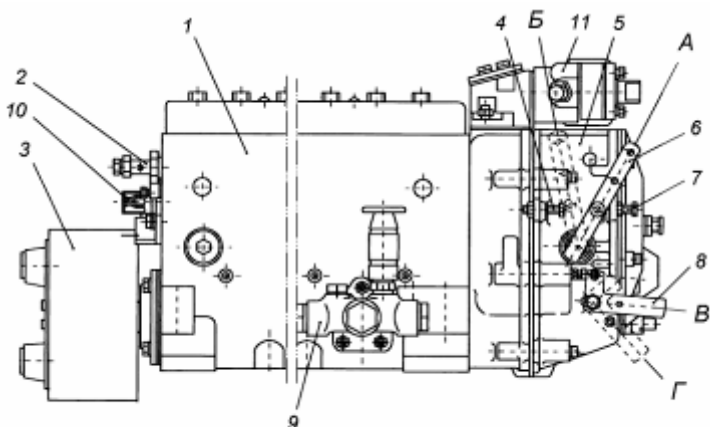
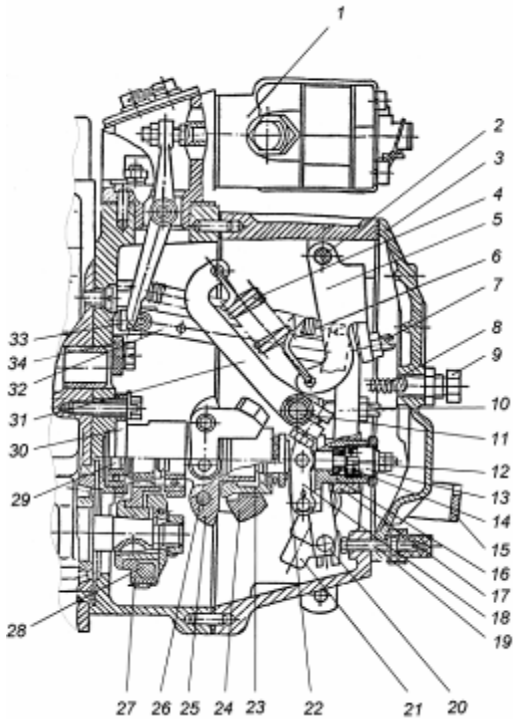

Рис. 20. Топливный насос высокого давления модели 173:
Рис. 22. Регулятор частоты вращения:
Топливный насос в сборе показан на рис. 20. С топливным насосом высокого давления в одном агрегате объединены регулятор частоты вращения 5, топливоподкачивающий насос 9 и демпферная муфта 3.
Связь секций с регулятором частоты вращения насоса осуществляется через рейку. Рейка топливного насоса перемещается в направляющих втулках, запрессованных в корпусе насоса. На выступающем из насоса конце рейки имеется болт 10 (рис. 20), которым она упирается в защитный колпачок при положении рейки перед пуском двигателя. При вывертывании болта из рейки пусковая подача уменьшается.
Регулятор частоты вращения 5 (рис. 20) механический всережимный прямого действия с повышающей передачей на привод грузов, предназначен для поддержания заданного водителем скоростного режима работы двигателя путем автоматического изменения количества подаваемого топлива в зависимости от изменения нагрузки на двигатель. Кроме того, регулятор ограничивает максимальную частоту вращения двигателя и обеспечивает работу двигателя в режиме холостого хода. Регулятор имеет устройство для выключения подачи топлива в любой момент независимо от режима работы двигателя. Автоматически поддерживая скоростной режим при изменяющихся нагрузках, регулятор обеспечивает экономичную работу двигателя. Устройство регулятора частоты вращения показано на рис. 22.
На валик напрессована державка грузов 25 (рис. 22), на осях 26 которой находятся грузы 24. Грузы своими роликами упираются в торец муфты 23, которая через упорный подшипник
Муфта 23 с упорной пятой 22 в сборе одним концом опирается на направляющую поверхность державки, а за второй конец подвешена на рычаге 18 отрицательного корректора, закрепленном на втулке 16 отрицательного корректора. Пята муфты грузов связана через узел отрицательного корректора с рычагом рейки 20 и через тягу 32 с рейкой топливного насоса. К верхней части рычага рейки присоединена пружина 6 рычага рейки, удерживающая рейку насоса в положении, соответствующем максимальной подаче, что обеспечивает увеличенную подачу топлива при пуске двигателя. В нижнюю часть рычага рейки запрессован палец, который входит в отверстие ползуна кулисы 21. Вал 11 рычага регулятора жестко связан с рычагом управления 6 (рис. 20) и рычагом пружины 31 (рис. 22). Перемещение рычага управления регулятором ограничивается двумя болтами 4 и 7 (рис. 20). За рычаг пружины 31 (коротким зацепом) (рис. 22) и двуплечий рычаг 5 (длинным зацепом) зацеплена пружина регулятора 4, усилие которой передается с двуплечего рычага на рычаг регулятора через винт - 7 двуплечего рычага. В рычаг регулятора ввернут регулировочный болт 10, который упирается в вал рычага пружины и служит для регулировки номинальной подачи топлива. В нижней части рычага регулятора расположено корректирующее устройство (12,13,14,16,18) с отрицательным корректором, предназначенного для формирования внешней скоростной характеристики ТНВД и крутящего момента двигателя. Рычаг регулятора снабжен боковой накладкой, удерживающей втулку 16 обратного корректора и упорную пяту 22 от проворота. Кроме того, хвостовик болта крепления боковой накладки, входя в боковой продольный паз втулки предохраняет ее от выпадания из расточки рычага. Упор 34, закрепленный на корпусе регулятора, не позволяет рычагу пружины 31 опасно приближаться к вращающимся грузам. Для полного выключения подачи топлива служит механизм останова, состоящий из кулисы 21, скобы 15 и возвратной пружины. Во время работы кулиса прижата усилием возвратной пружины к регулировочному винту 19.
- 1 Минимальная частота вращения холостого хода регулируется болтом 7 (рис. 20) и корпусом буферной пружины 9 (рис. 22);
- 2 Максимальная частота вращения холостого хода (начало выброса рейки) регулируется болтом 4 (рис. 20).
- 3 Номинальная мощность (подача) регулируется болтом 10, подрегулируется винтом 19 (рис. 22).
- 4 Предварительное натяжение пружины (разность оборотов конца и начала выброса рейки) регулируется винтом 7 (рис. 22).
- 5 Подача топлива при 500 мин^{-1} регулируется гайкой обратного корректора 12 (рис. 22):
- 6 Предварительное натяжение пружины обратного корректора (обороты начала срабатывания корректора) регулируется корпусом корректора 13 (рис. 22).